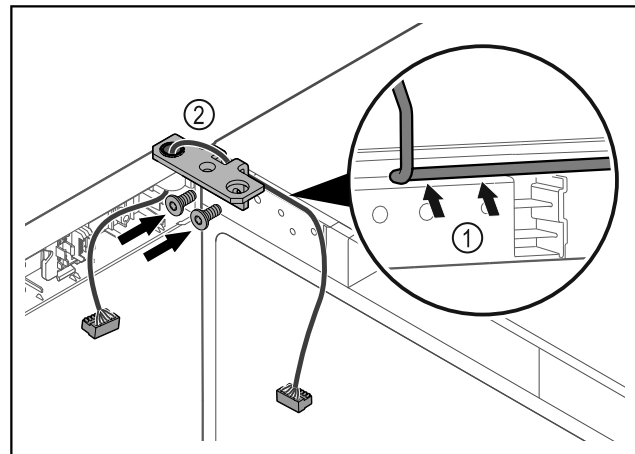

Fig. 48
- ▶ Faire passer le câble avec précaution par le trou de l'équerre de charnière Fig. 48 (1).
- ▶ Visser l'équerre de charnière Fig. 48 (2).